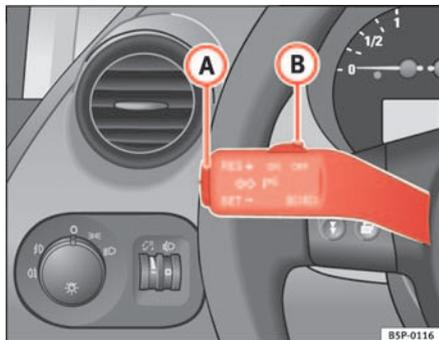

Fig. 141 Palanca de intermitentes y de luz de carretera: conmutador y tecla basculante para el regulador de velocidad
- Mueva el mando ⇒ fig. 141 **B** hacia la izquierda hasta la posición **ON**.